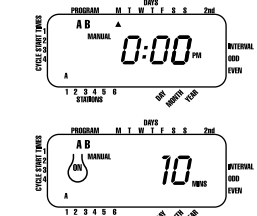

ABBILDUNG 10: Halbautomatische Bewässerung eingegeben für A- und B-Programme, alle Stationen
**HINWEIS:** Die unter Programm A der Station 1 zugewiesene Bewässerungsdauer läuft zuerst und springt dann weiter zu Station 1 im B-Programm, bevor es mit der zweiten Station weitergeht. Danach wechseln sie sich ab. Nur die Stationen, denen eine Bewässerungsdauer zugewiesen wurde, werden in manuellem oder halbautomatischem Betrieb aktiviert [siehe Abb. 10].